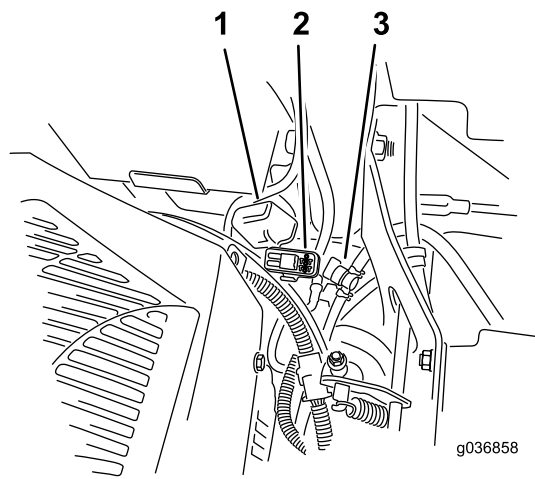

Figure 72
Les fusibles sont situés sur la console droite, près du siège (Figure 72).
- Remplacez le fusible (Figure 72).